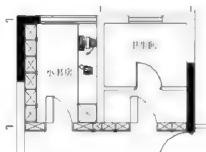

图 7-113
**步骤9:** 使用插入块命令 $\square$ ，将“展示柜”图块插入主卧室中，如图 7-113 所示。